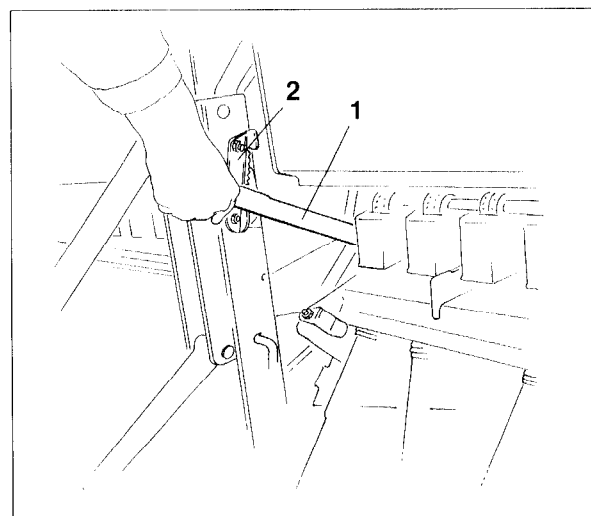

Fig. 7.8
- **D8-45 SUPER** befindet sich der Bodenklappeneinstellhebel (Fig. 7.8/1) an der Rückseite der Sämaschine in Maschinenmitte,
Jeder Bodenklappeneinstellhebel kann an einem Rastenblech (Fig. 7.8/2) in 8 Positionen einrasten.